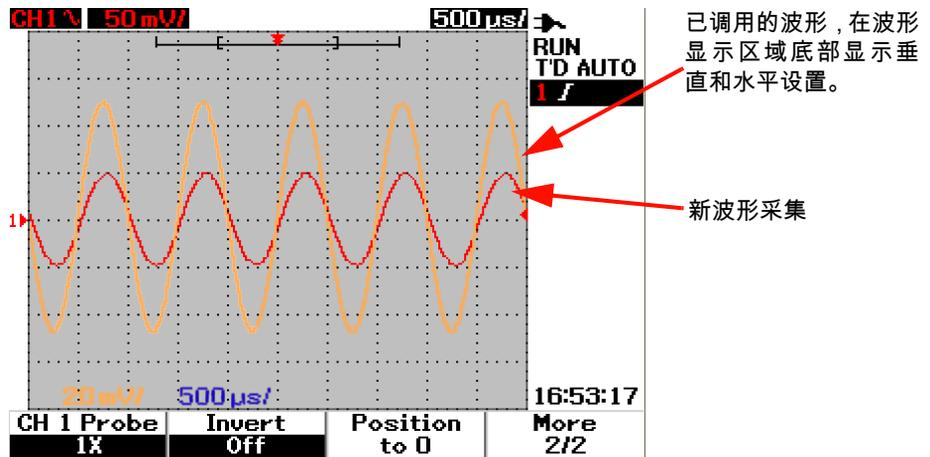

图 3-43 <Load> 显示表示已将波形文件保存到 Waveform 1，您可以按 F1 从内部存储器检索该波形。此功能对于波形比较很有用。
- 5 再次按 F1 可从内部存储器载入 Waveform 1。请参考图 3-43。